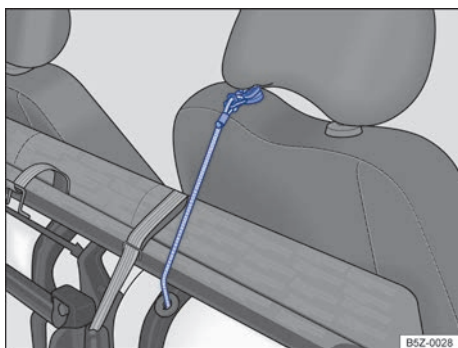

Fig. 64 Cinta elástica vermelha para fixação na haste do apoio para cabeça.
- Localizar a cinta elástica vermelha alojada na parte inferior do assento do banco e, encaixar o gancho dessa cinta na haste do apoio para cabeça do banco do passageiro → Fig. 64, imobilizando o conjunto.
- Soltar o gancho da cinta elástica vermelha da haste do apoio para cabeça → Fig. 64 e, encaixar debaixo do banco traseiro.